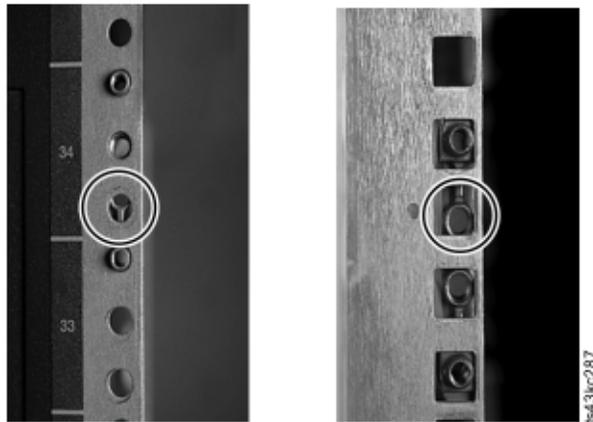
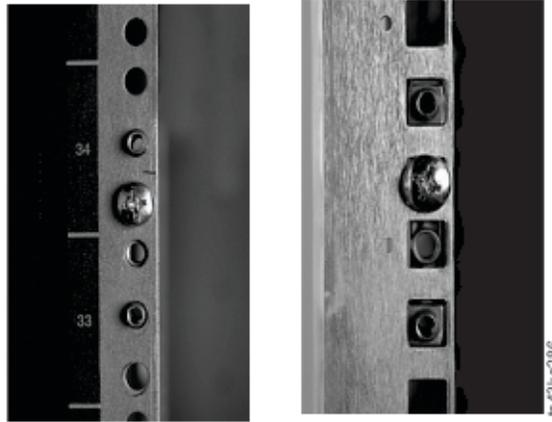

图 36. 不正确的接口位置
图 37. 正确的接口位置
- b. 在机架内部，将适当高度的接口向外安装到左右机架柱上。将它们安装到高度单元的中间孔中（高度单元中间位置是两个相邻宽分隔栏之间的孔），位于正面和背面。四个螺丝孔必须与机架上的孔对齐。如果未对齐，那么块位于错误的位置。请参阅图 36和第 45 页的图 37。